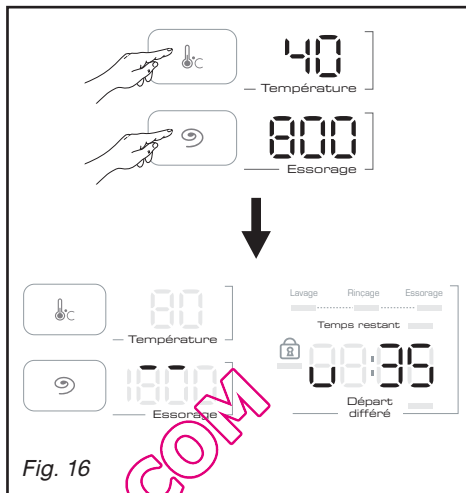

Fig. 16
– Appuyez simultanément pendant quelques instants sur les touches "Température" et "Essorage" (Fig. 16).